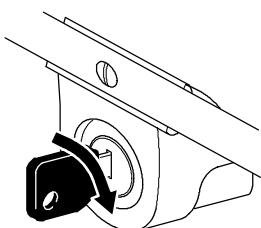

Figure 11
- Introduisez la clé dans le commutateur (Fig. 11).